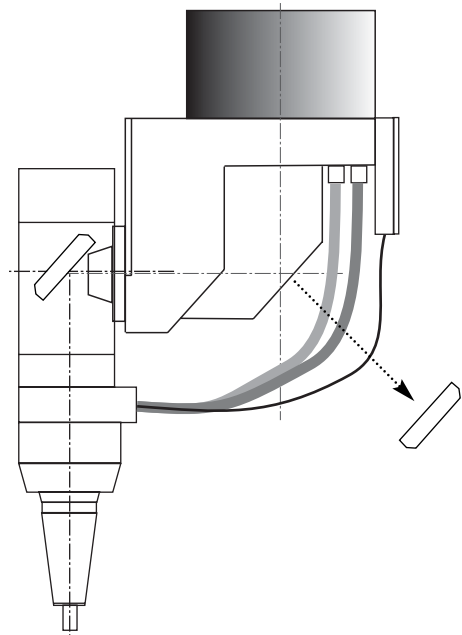

Abb. 48
- 1 - Die Schraube des Spiegelhalters A (Abb.48) lockern. An geschütztem Ort aufbewahren, um die Beschädigung des Spiegels zu vermeiden.